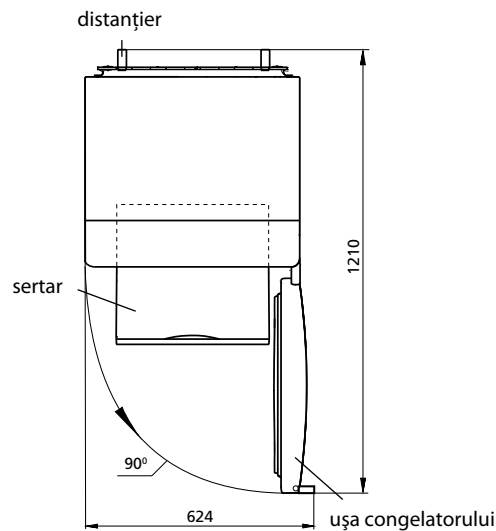

Figura 2 – Congelator (vedere de sus)
1.4 Spațiul total necesar pentru funcționarea congelatorului se determină de dimensiunile de gabarit, indicate în milimetri în figura 2.